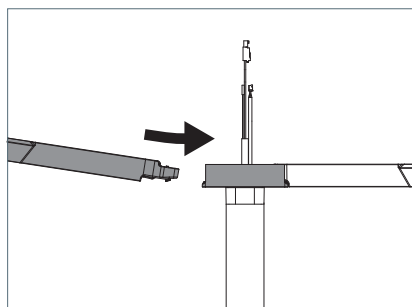

Fig. 14: Monter la tête du luminaire 2.
3. Faites basculer légèrement le bras **F** de la deuxième tête du luminaire vers le bas jusqu'à la butée dans l'adaptateur, voir Fig. 14.